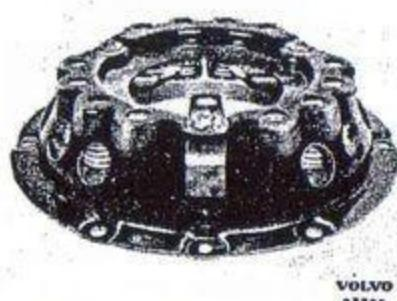

Bild 54. Märkning av fästplatta och tryckplatta.
- Innan kopplingen tas isär märks fästplattan och tryckplattan enligt bild 54.